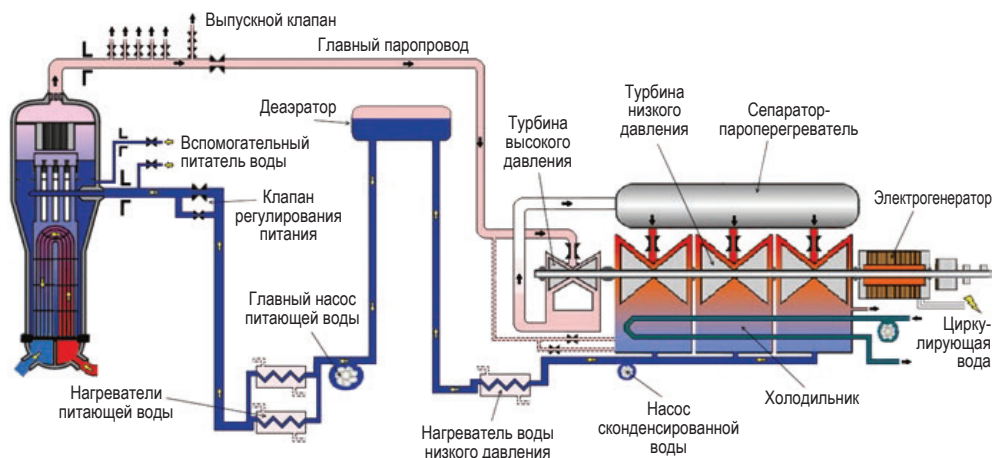

Рис. 10.1 ❖ Вторичный контур
Я собираюсь объяснить, как с пользой использовать тепло, получаемое из первичного контура. Эта глава включает немного техники, но вам следует понять, куда же направляется пар. Как вы увидите позже, это оказывает удивительно сильное влияние на реактор. Как показано на рис. 10.1, во вторичном контуре сначала пар из парогенератора поступает к турбине, а затем, после конденсации, через питательный насос в форме воды подается обратно в парогенератор.
Как видно на рис. 10.1, по пути к парогенератору размещено несколько нагревателей питающей воды. Нагрев питающей воды уменьшает тепловые стрессы в металлических компонентах парогенератора при периодических изменениях их температуры. Еще важнее, что это делает большой выигрыш общему КПД электростанции. Возможно, это покажется удивительным, нагрев питающей воды перед подачей ее в парогенератор действительно улучшает показатели использования тепла (тепловая эффективность). Причины, почему это так, будут рассмотрены немного дальше в этой книге, но, если вы интересуетесь, поищите ответы в тематике «паровой цикл».
*Деаэратор* (Deaerator), показанный на рис. 10.1, представляет собой специальный нагреватель питающей воды, чья другая роль состоит в устранении растворенных газов из воды. Деаэратор устанавливается высоко в турбинном зале для обеспечения повышенного давления на входе главного питающего насоса. Это означает, что вода должна подаваться в деаэратор с помощью насосов для удаления конденсата (Condensate Extraction Pumps), которые всегда ниже основания, около дна холодильника.